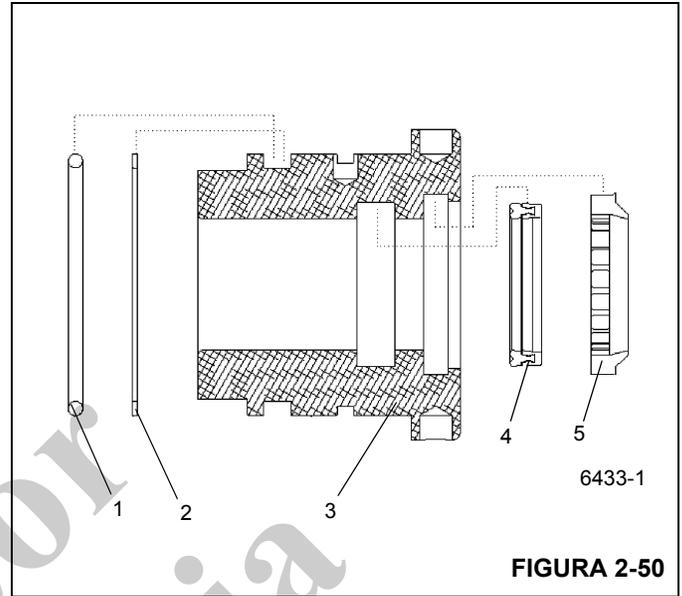

FIGURA 2-50
- d. De ser posible, se deberá dejar que el conjunto de la cabeza/sello repose por no menos de una hora para permitir que los sellos se restauren elástica-mente (Figura 2-50).